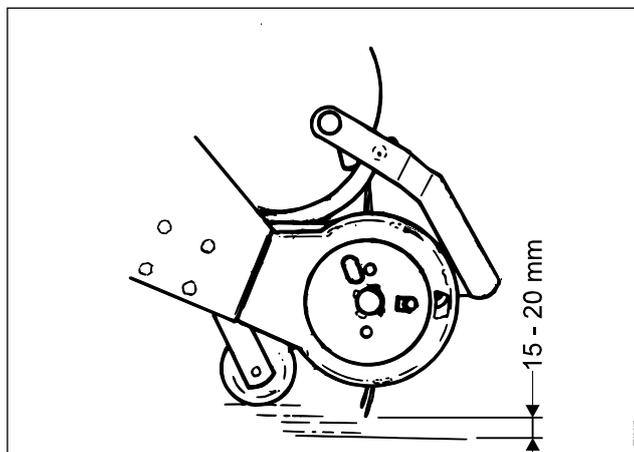

Fig. 4-1
**Fig. 4-1** El recogedor está equipado con rodillos de soporte fabricados en acero y ajustables en altura. Se recomienda mantener el recogedor a una altura suficiente para que los dientes no toquen el suelo y no lleguen a levantar la tierra del suelo pero que sí permita coger la hierba de forma eficiente.